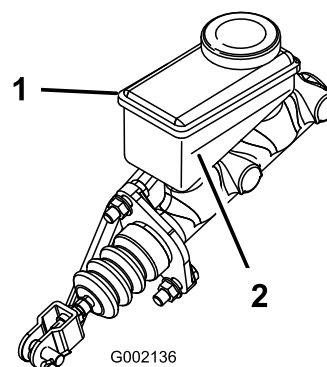

Figura 50
2. Guardate il fianco del serbatoio. L'olio deve superare la linea del minimo (Figura 50). Se il livello è basso, pulite attorno al tappo,